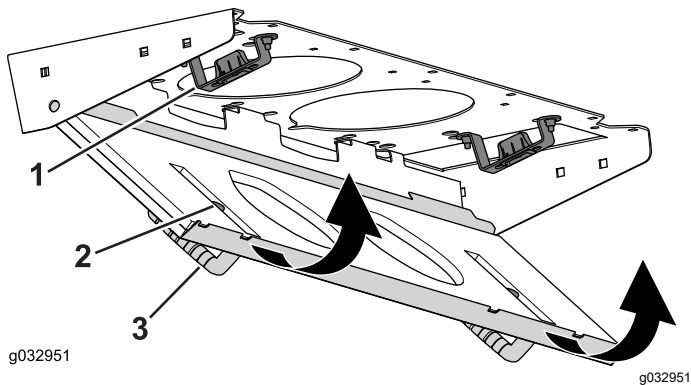

Figure 147
4. Faites pivoter le filtre sur les languettes jusqu'à ce que le verrou s'enclenche dans la fixation (Figure 147).